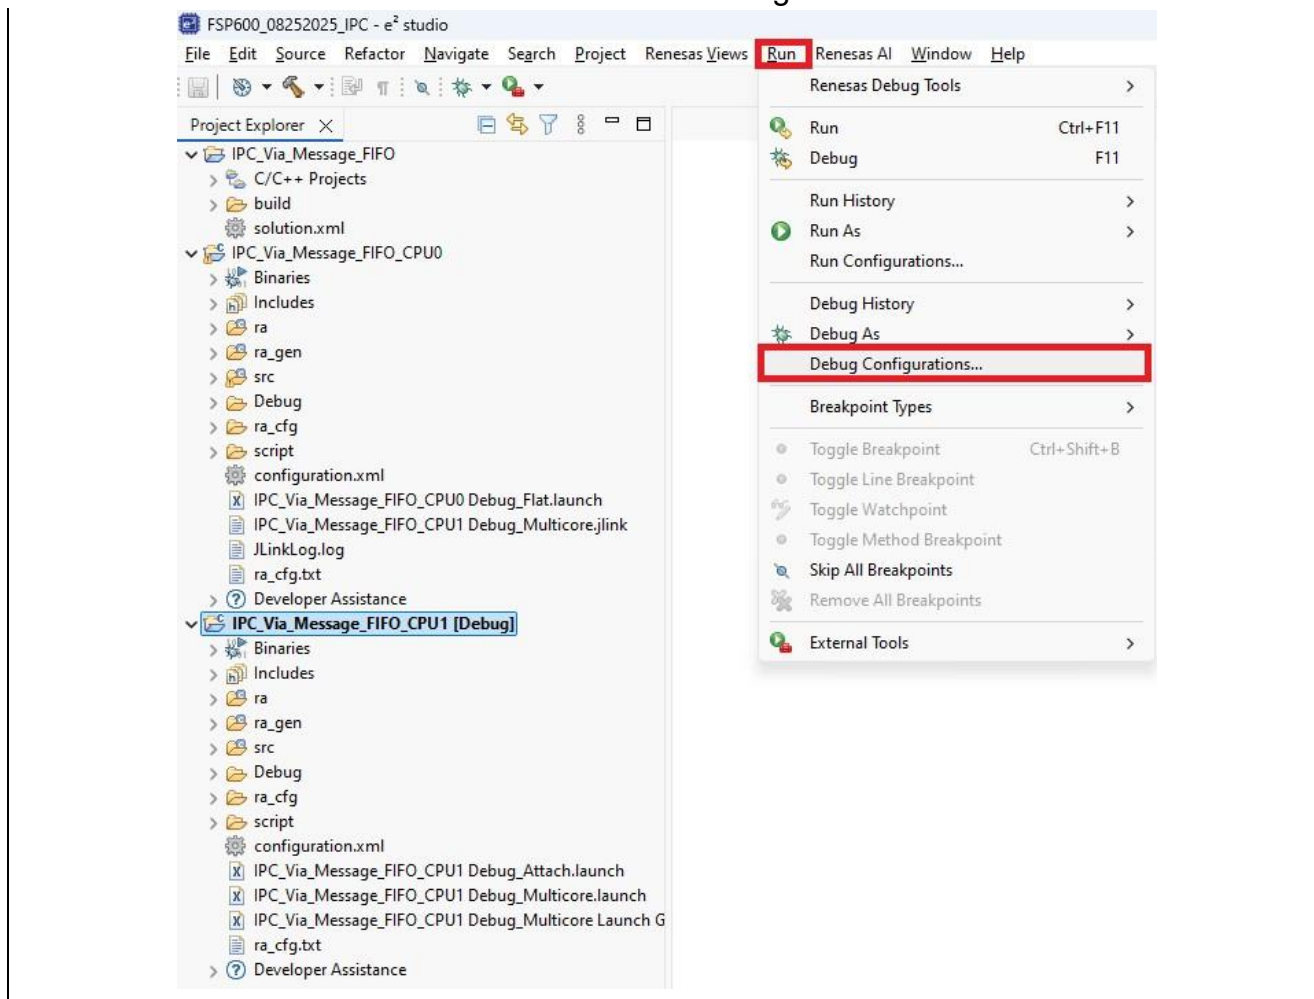

Figure 11. Example of Open Debug Configuration in IPC Via Message FIFO Example
2. 如图 11 所示打开 Debug Configurations。